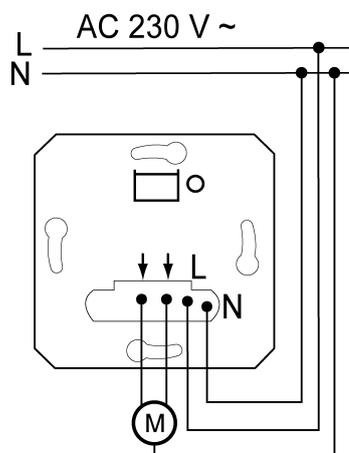
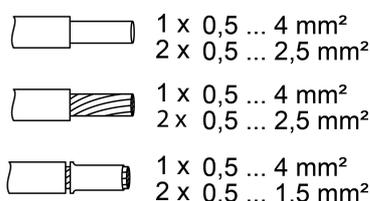

Figura 2: Collegamento unità di comando
Figura 3: Sezione cavo collegabile
- Collegare l'unità di comando veneziana secondo lo schema elettrico degli allacciamenti (Figura 2). Osservare le sezioni del cavo collegabili (Figura 3).